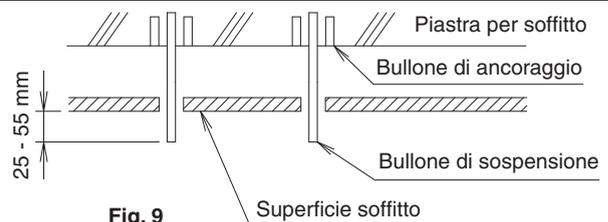

Fig. 9
(6) Installare i bulloni di sospensione.
- Regolare in anticipo la distanza del bullone di sospensione dal soffitto. (Fare riferimento alla Fig. 9)
- I componenti illustrati nella Fig. 9 verranno forniti in loco.